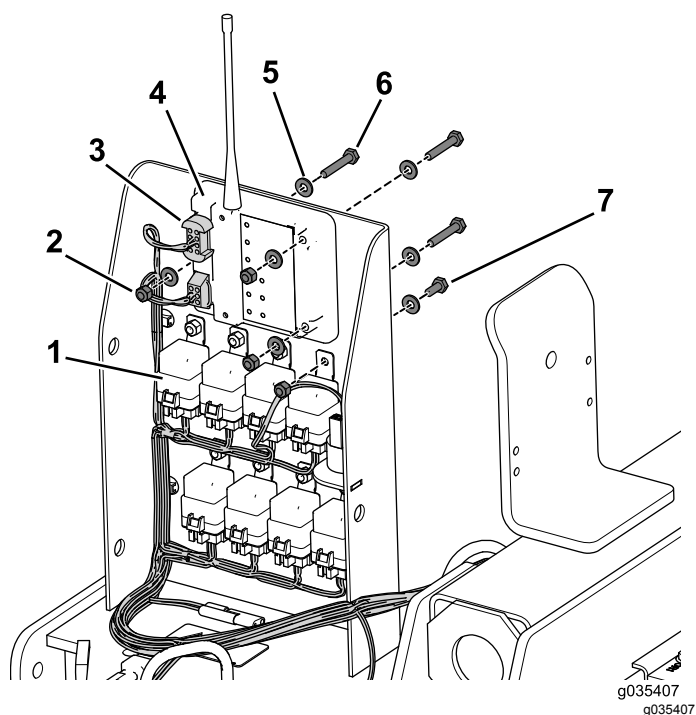

Figure 2
2. Débranchez le faisceau de tous les composants, à l'exception des relais (Figure 2).
3. Retirez toutes les fixations des composants à l'intérieur du compartiment (Figure 2).
4. Retirez tous les composants, sauf l'alarme audio du compartiment (Figure 2).